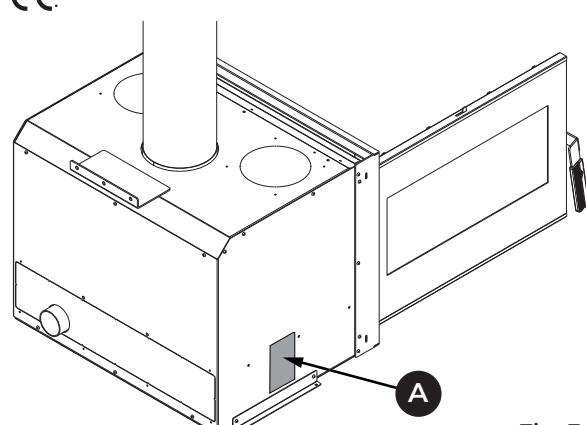

Fig. 3.1
La targhetta matricola (A) è posta sulla parte laterale (Fig 3.1) e riporta tutti i dati caratteristici relativi all'apparecchio, compresi i dati del Costruttore, il numero di matricola e il marchio